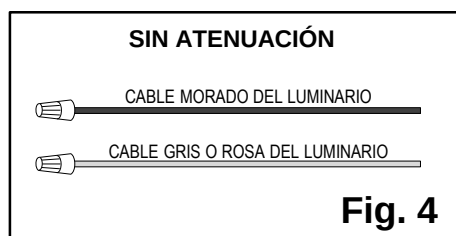

Fig. 4
10. Si no va a utilizar un atenuador, quite los **cables de luminario morado y gris/rosa** individualmente con un **empalme plástico** (**Fig. 4**).